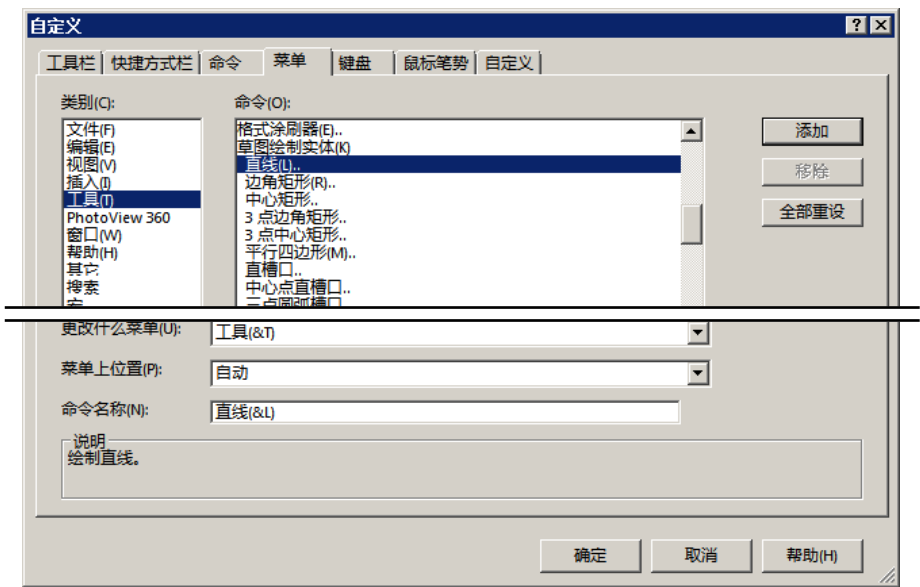
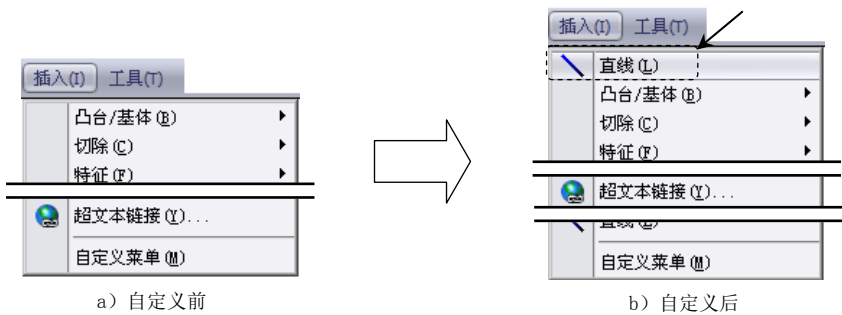

图 1.9.4 “自定义”对话框（二）
图 1.9.5 菜单命令的自定义
在“自定义”对话框中单击 **菜单** 选项卡，即可进行下拉菜单中命令的自定义（图 1.9.4）。下面以下拉菜单 **工具(T)** $\rightarrow$ **草图绘制实体(E)** $\rightarrow$  **直线(L)** 命令为例，说明自定义菜单命令的一般操作步骤（图 1.9.5）。
Step1. 选择需自定义的命令。在图 1.9.4 所示的“自定义”对话框的 **类别(C):** 列表框中选择 **工具(T)** 选项，在 **命令(Q):** 列表框中选择 **直线(L)** 选项。